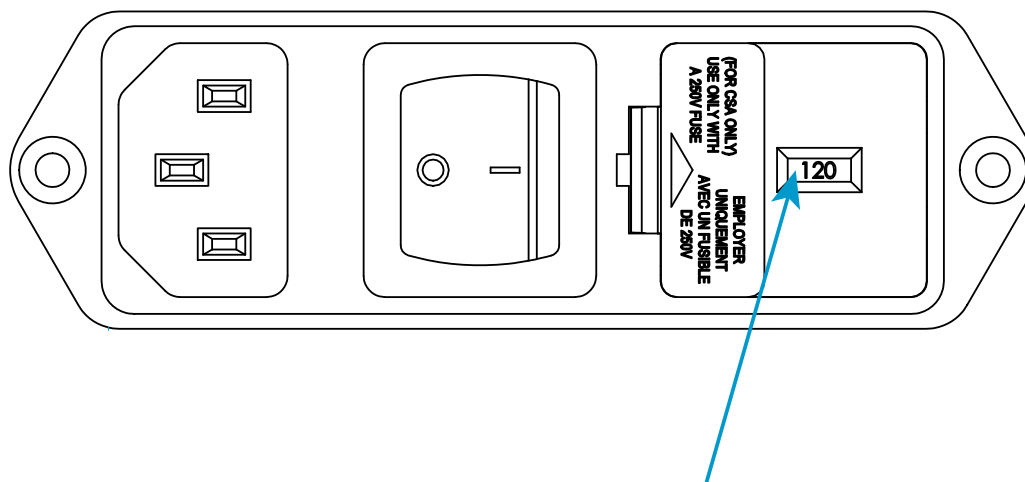

図4. 電圧設定ができる電源入力コネクタ
2. 電源入力コネクタを点検し、36 ページの図 4 を参照します。図 4 で指定されている電圧は 120V です。
7. ヒューズホルダをコネクタへ再取り付けします。インジケータピンが正しい入力電圧を示すことを確認します。36 ページの 図 4 を参照してください。